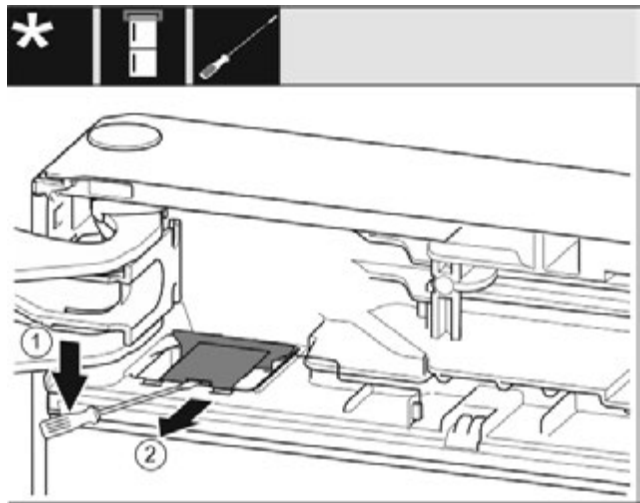

Fig. 8
► З допомогою шліцевої викрутки звільнити і підняти кришку. Fig. 8 (1)
► Монтувати кришку. Fig. 8 (2)